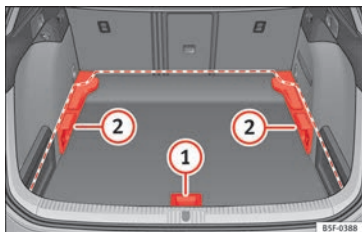
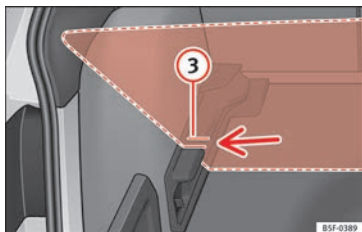

Bild 181 Löstagbart golv i bagageutrymmet: positioner.
Bild 182 Löstagbart golv i bagageutrymmet: lutade spår.
» **bild 181** ① och dra det bakåt tills golvet
» **bild 181** ① och dra det bakåt tills golvet framsida har kommit förbi stöden helt och hållet ②.
- Passa nu in framdelen med stödets lägre spår och skjut golvet framåt så långt som till baksätets ryggstöd och sänk samtidigt golvet med handtaget ①.
» **bild 181** ① och dra det bakåt tills golvet framsida har kommit förbi stöden helt och hållet » **bild 182** ③.
- Skjut golvet genom dessa spår med hjälp av handtaget ① mot baksätets ryggstöd och tills golvet vilar i spåren.